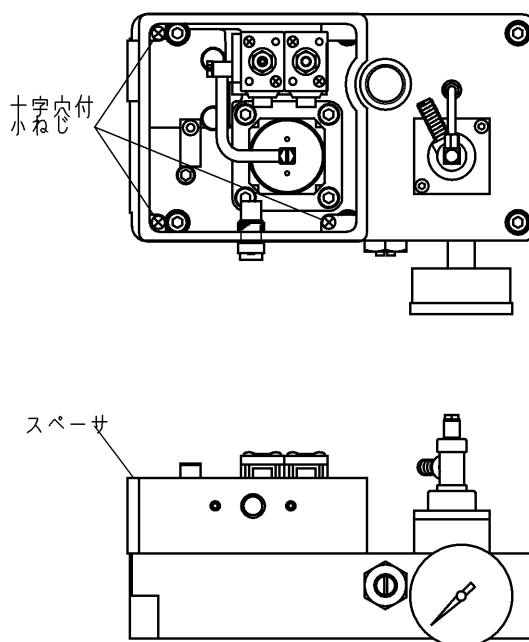

図 16
2. 油槽内のポンプからのチューブを本体底面の継手に差し込み、ナットを締め付けて固定します。(図 16)
3. 6 本の六角穴付ボルトを締め付けて油槽を固定します。(図 16)